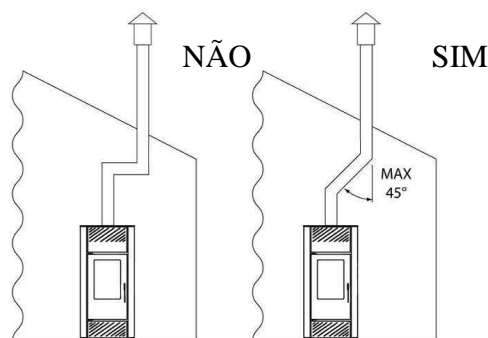

Fig.2
-A secção interna deve ser uniforme, preferivelmente circular: As secções quadradas ou retangulares devem ter cantos arredondados com raio não inferior a 20mm; relação máxima entre os lados de 1,5; paredes o mais lisas possíveis e sem estrangulamentos; as curvas devem ser regulares e sem descontinuidade, desvios do eixo não superiores a 45° (fig.2).